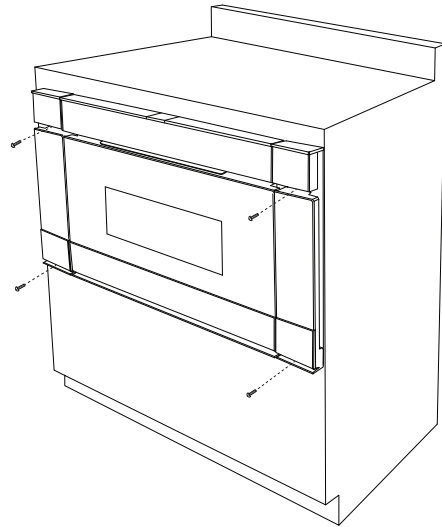

Figure 7
11. Assembler les garnitures de l'extension de 76,2 cm (30 po) à l'aide des 4 vis de garnitures fournies. Voir la Figure 7.